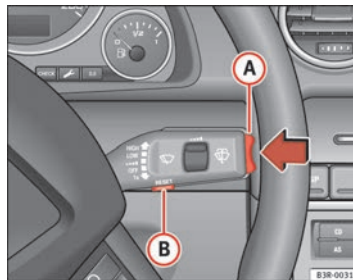

Fig. 58 Palanca del limpiaparabrisas: Interruptor-selector de funciones
- Pulse el conmutador-selector de funciones en la palanca del limpiaparabrisas (A) ⇒ fig. 58, en la parte superior o bien inferior, para modificar el valor programado. Un aumento o disminución de la velocidad podrá almacenarse a intervalos de 10 km/h.
- Pulse la tecla Reset dispuesta en la palanca del limpiaparabrisas (B) ⇒ fig. 58 hasta que aparezca tachado el símbolo de advertencia del límite de aviso 2.